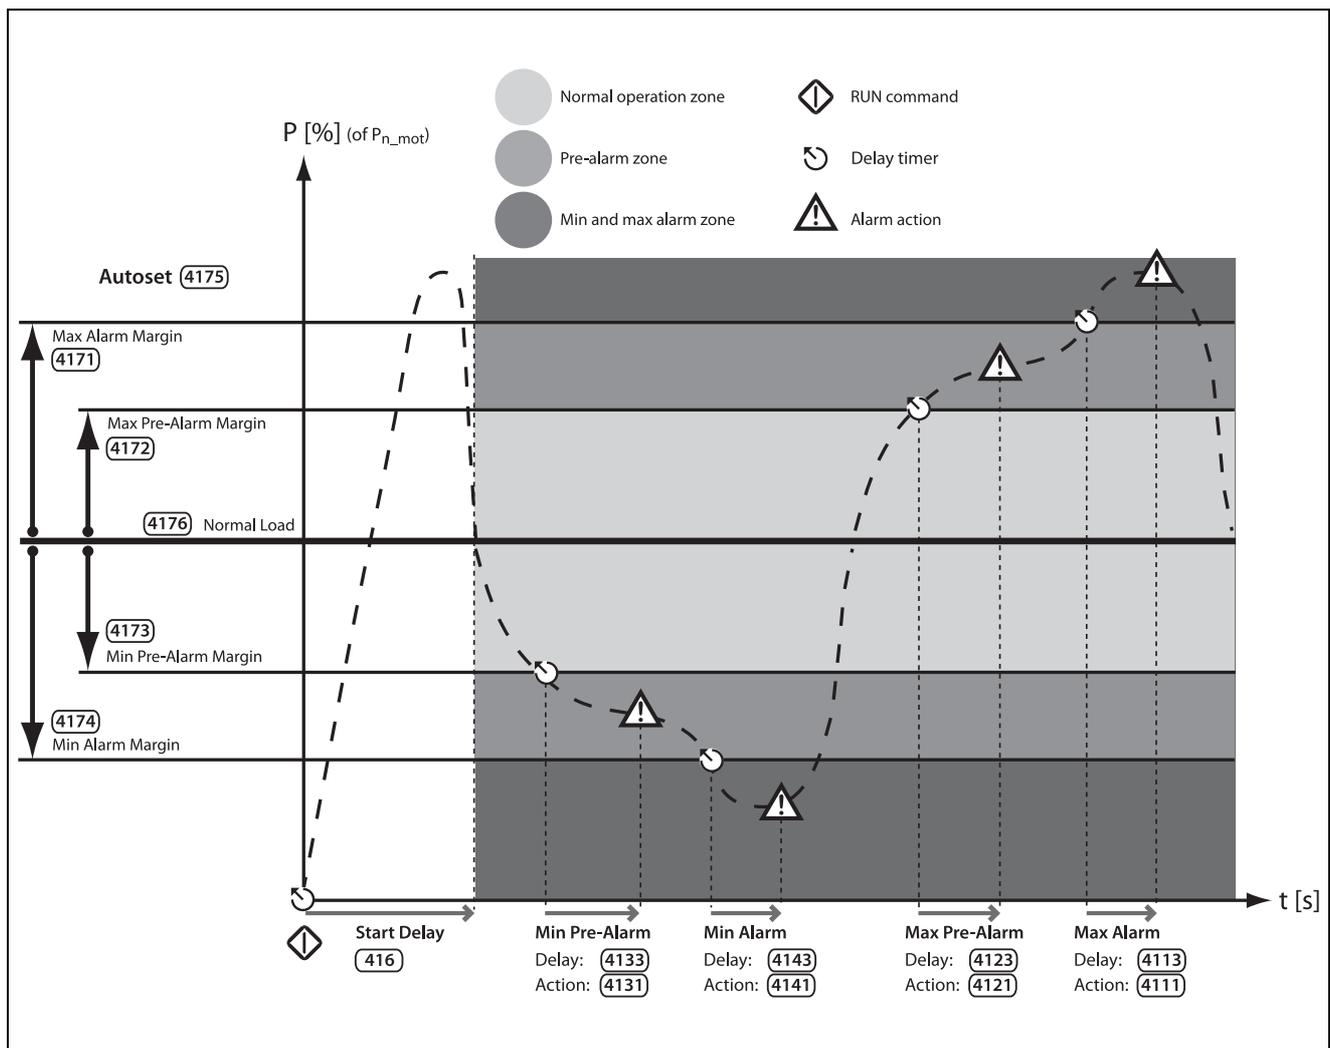

Fig. 57 Ajuste automático de los márgenes de alarma del monitorizador de par.
2. La configuración «Autoset», en la que se configuran automáticamente los niveles de alarma, se basa en los cuatro «márgenes de alarma» de «Par normal»+(Fig. 57).
Consulte el capítulo Fig. 57. El modo más rápido de adaptar el monitorizador a diferentes situaciones de carga es utilizar la función «Autoset», que aplica automáticamente cuatro «márgenes de alarma» a un nivel de «Par normal» mientras el motor está en funcionamiento. Los «márgenes de alarma» son porcentajes que se suman o se restan al «Par normal», que es el par electrónico en condiciones de funcionamiento normales. Consulte los cálculos en la Tabla 31, página 115. El «Par normal» se expresa como porcentaje de la potencia nominal del motor (es decir, el 100 % sería el ajuste de potencia del motor del menú [223]).